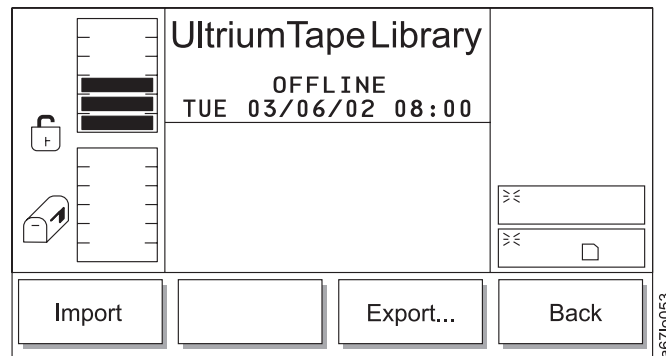

Abbildung 126. E/A-Stationsuntermenü
Tabelle 75. Übersetzung von Abb. 126, E/A-Stationsuntermenü
Wird **OK** in der Anzeige für beendeten Befehl ausgewählt, erscheint das E/A-Stationsuntermenü (siehe Abb. 126 auf Seite 143).
- Wird **Cancel** ausgewählt, erscheint das E/A-Stationsuntermenü (siehe Abb. 126 auf Seite 143).